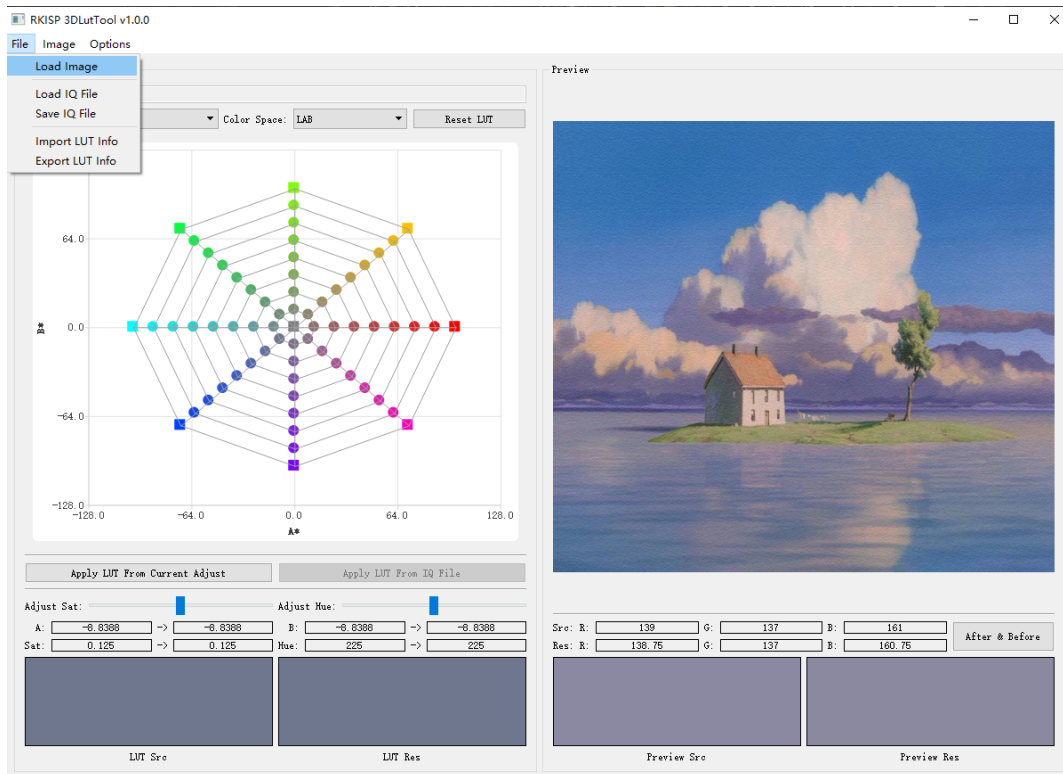

图2-6-2
1. Load Image: 点击Load Image导入要调试的图片（支持 jpg/bmp/png、nv12格式），图像会显示在右侧Preview 区域，如图2-6-2所示；